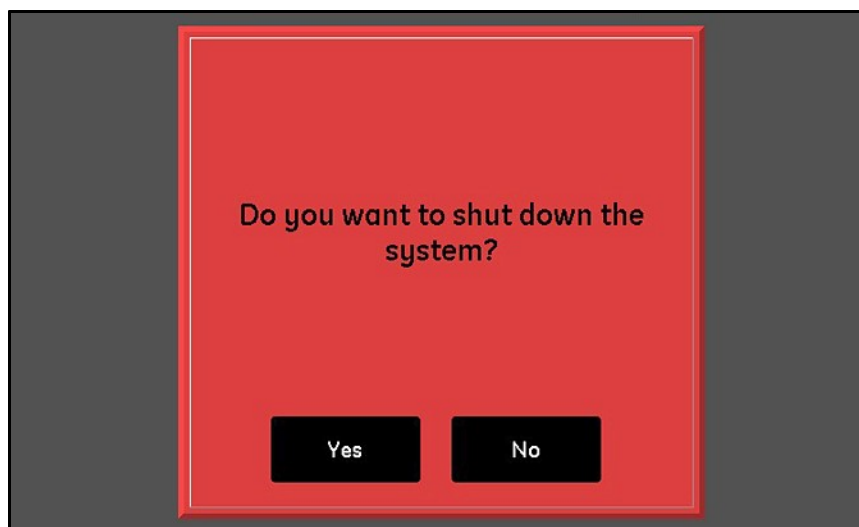

Figura 31: Tela Confirmação de Desligamento
3. Na tela de confirmação mostrada na *Figura 31* abaixo, toque no botão **Sim** para desligar a unidade ou no botão **Não** para cancelar a solicitação.
Para desligar o sistema moisture.IQ, toque no botão **Reiniciar**. Em seguida, toque em **Sim** ou **Não** em uma tela de confirmação semelhante à mostrada na *Figura 31 na página 35*.